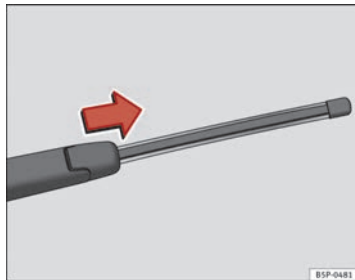

Fig. 168 Estrarre la spazzola tergilunotto
- Sollevare il braccio del tergilunotto dal lunotto ⇒ fig. 168
- Scorrere l'adattatore della spazzola nella direzione della freccia e rimuovere la spazzola ⇒ fig. 168.